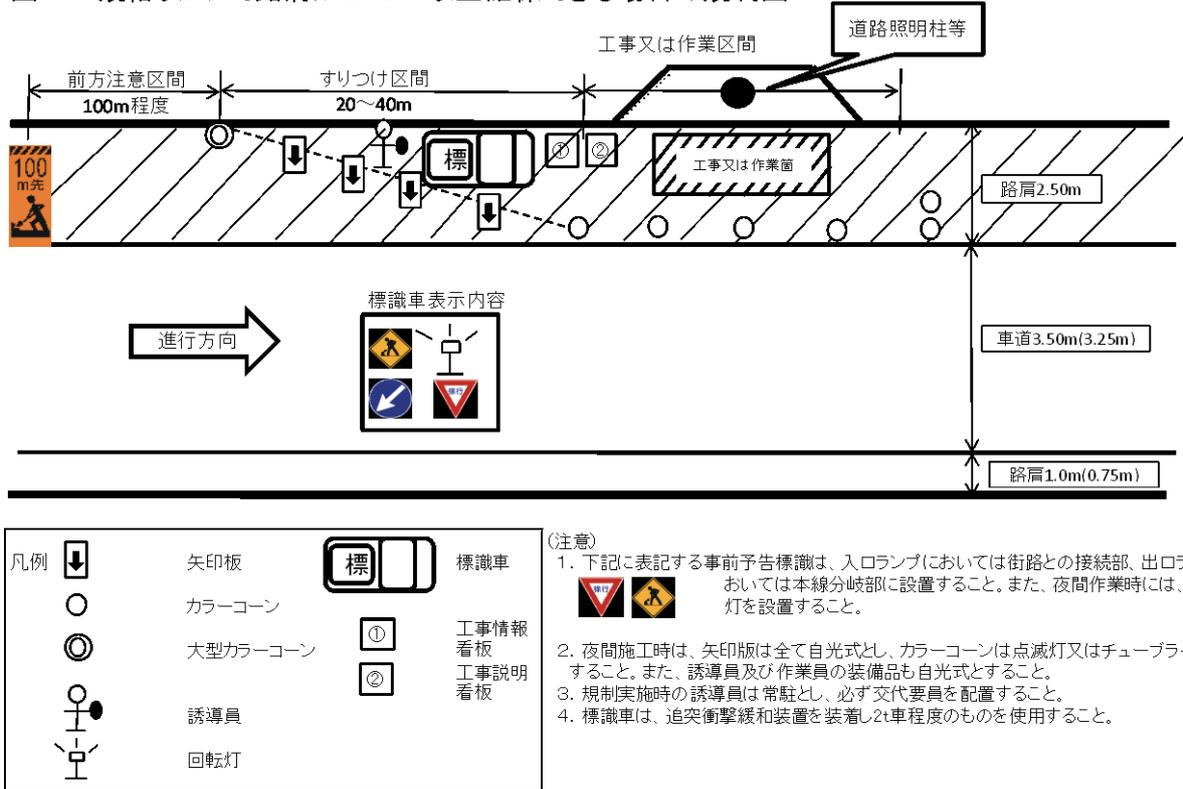

図2. A、C規格ランプで車道部3.0m以上確保できる場合の規制図
7. 車道部3.0mが確保できる場合は、図2の規制図を適用するものとする。ただし、本線部の規制のため、図2の「注意1」の標識を前方注意区間100m手前に設置すること。